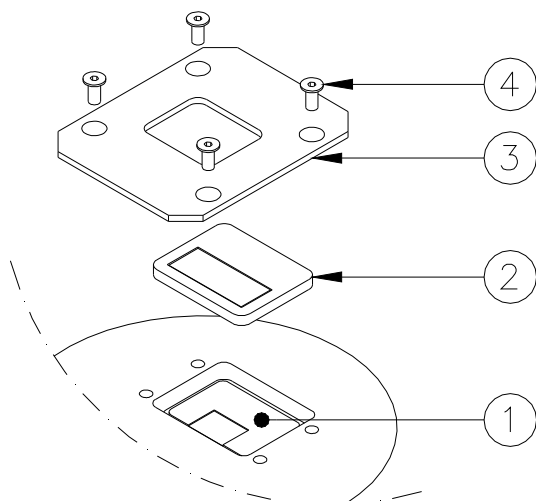

Figura 26 – Superficie del prisma da pulire
- rimuovere il portalampada (Figura 26 - n°3) svitando le relative viti TSP TORX M5x12 (Figura 26 - n°4)
- rimuovere l'assieme del filtro (Figura 26 - n°2)
- pulire il prisma (Figura 26 - n°1) con prodotto non abrasivo